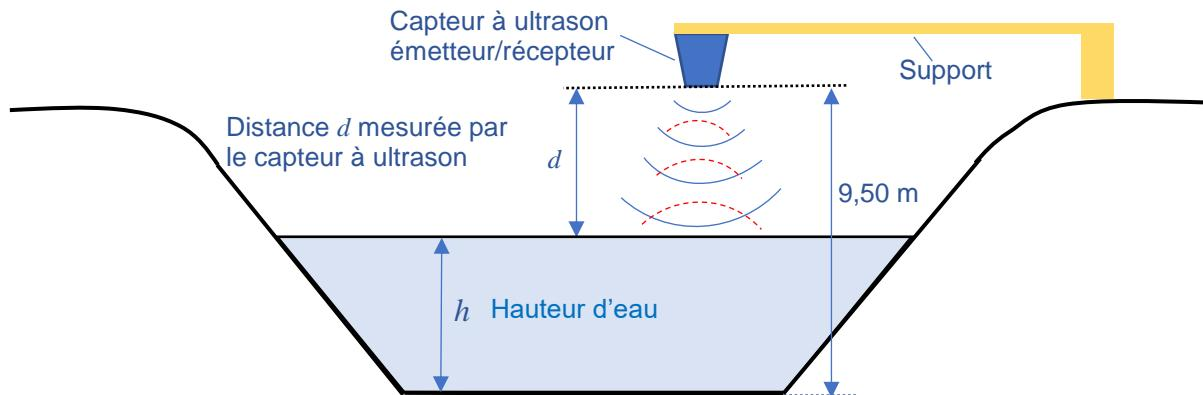
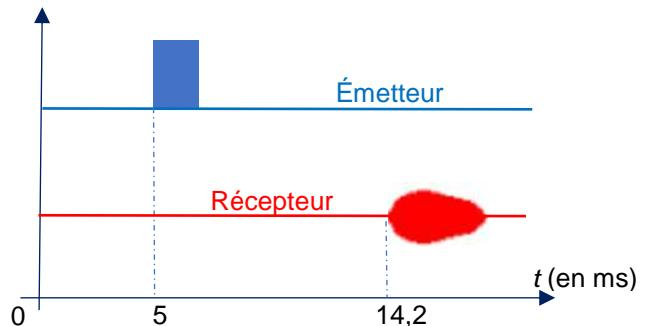

Figure 2 Schéma du bassin
Figure 3 : Chronogrammes des signaux du capteur à ultrason
Pour surveiller la quantité d'eau disponible, on mesure la hauteur d'eau h à l'aide d'un capteur de niveau à ultrason maintenu au-dessus de l'eau à l'aide d'un support (voir figure 2 ci-dessous).
1.2.2. Justifier, en exploitant la figure 2 et le document 1, que le modèle du capteur présenté est adapté aux dimensions du bassin et aux conditions environnementales d'utilisation.
Lors d'un test de fonctionnement, le technicien relève les signaux ultrasonores représentés sur la figure 3 ci-contre.
Déterminer la valeur de la hauteur d'eau h en exploitant le schéma du bassin (figure 2), le document 2 et le relevé des signaux (figure 3), sachant que la température extérieure est égale à 7 °C lors de la mesure.